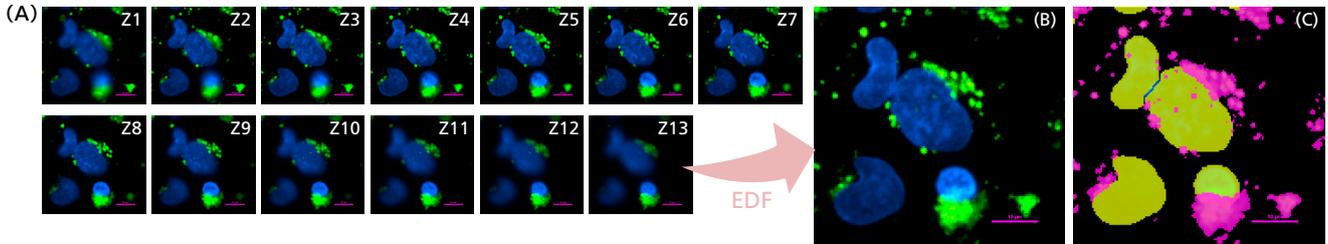
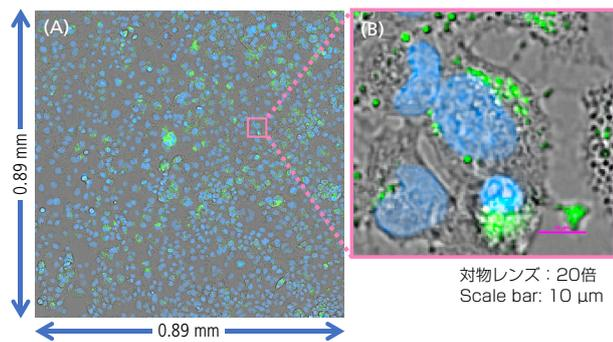
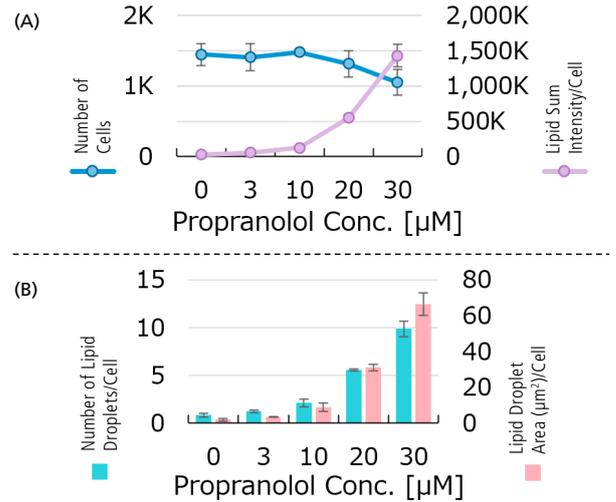

図2. 蛍光Zスタック画像からEDF画像を構築
図3. 明視野と蛍光(青: 核、緑: 脂肪滴)のマージ画像
図4. プロプラノロールの各濃度における解析結果
20倍対物レンズと25mm FOVの広視野カメラDS-Qi2を用いて、各ウェルあたり4地点で、0.89 mm x 0.89 mmの範囲(図3. A)を1ショットで撮影(合計3.17 mm²)。さらに、明視野および蛍光2波長(青・緑)で、Z範囲6 μm(0.5 μm x 13ステップ)のZスタック画像を取得した(図2. A)。
脂肪滴は同じ焦点面に位置していないが、EDF (Extended Depth of Focus) 画像を生成することにより、すべての脂肪滴に焦点のあった画像が取得できる(図2. B)。この画像を二値化することで、核と脂肪滴のマスキング画像が得られる(図2. C)。核マスクから細胞数を、脂肪滴マスクから細胞あたりの脂肪滴の数・面積・蛍光強度を計測した(図4)。
- プロプラノロール20 μM以上の濃度条件において、脂肪滴が顕著に形成され、薬物による脂質の蓄積が誘発されました(図4)。
- 同じ焦点面に位置していない直径1 μm以下の小さな脂肪滴であっても、Zスタック画像からEDF画像を構築して定量解析が可能です(図2)。
- 広視野/高精細の25mm FOVカメラDS-Qi2は、ワンショットで広範囲の細胞領域を捉え、信頼性の高い統計データによる定量解析が可能です(図1、図3)。